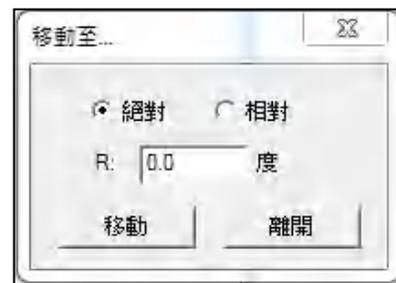

图 6.2.02
1. 按「移动至...」按钮会出现如图6.2.02之对话框，直接输入角度数值并按下「移动」按钮，旋转轴即旋转到该指定的角度。转动的速度百分比可由「速度」来调整。